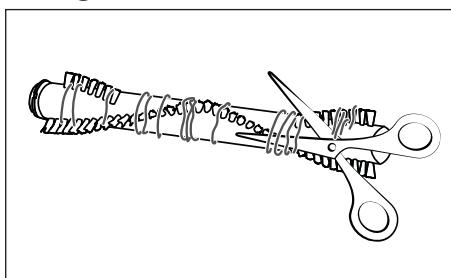

Fig. 26
- 4) Coupez les fils et les cheveux le long des poils du rouleau brosse **21** à l'aide de ciseaux (voir figure 26). Retirez les fils et les cheveux du rouleau de la brosse **21**.